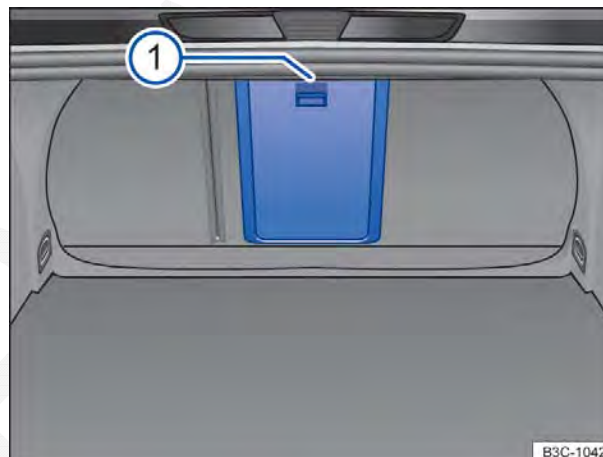

Fig. 96 No compartimento de bagagem: alavanca de destravamento com marcação ①.
- Rebater a tampa do dispositivo para transporte de objetos longos para trás, até que ela se encaixe. A marcação vermelha no lado do compartimento de bagagem ⇒ **Fig. 96** ① não pode estar visível.